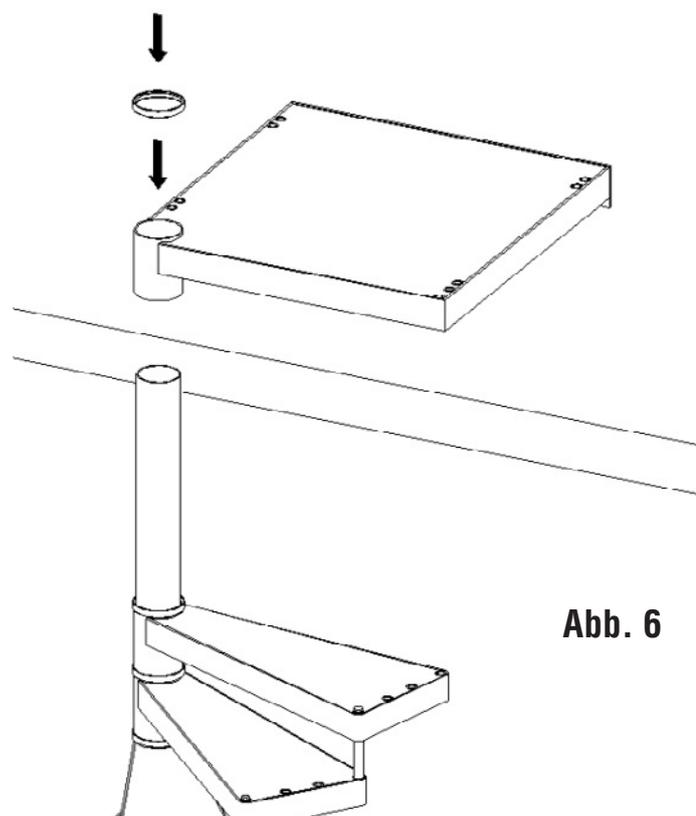

Abb. 6
13. Nachdem Sie die Treppenstufen auf das Standrohr aufgefädelt haben, ist der Austritt aufzufädeln. (Abb. 6) Der Auftritt wird mit 3 St. HILTI Dübeln an der Betondecke befestigt. Die Bohrungen des Podestes sind so gebohrt und so angelegt, dass das Podest während der Bohrung nicht abgenommen werden muss. Vor dem Bohren ist der Austritt in die endgültige Position zu bringen. Es ist sinnvoll, den Austritt bis zum Bohrende zu unterstützen.